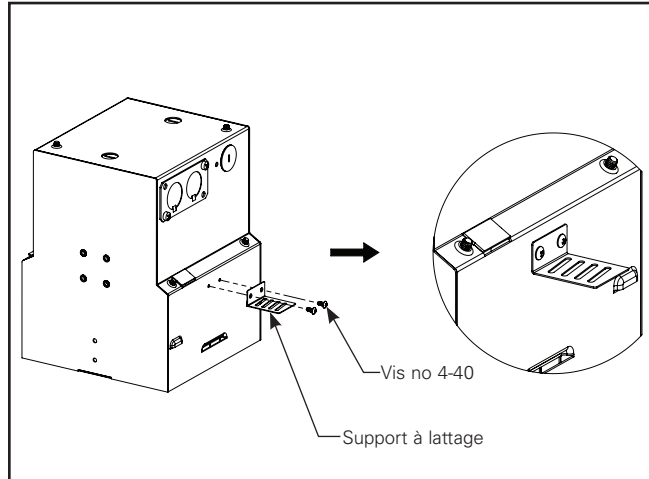

Figure 1.1.
1. Enlevez la trousse d'installation sous plâtre de l'emballage et assemblez les supports à lattage au boîtier à l'aide des vis n° 4-40 des deux côtés du boîtier. (figure 1.1)